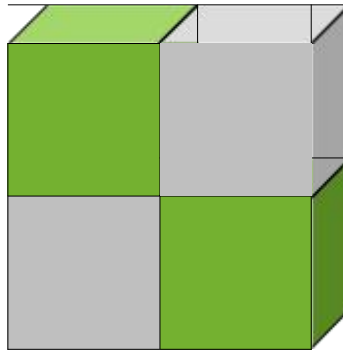
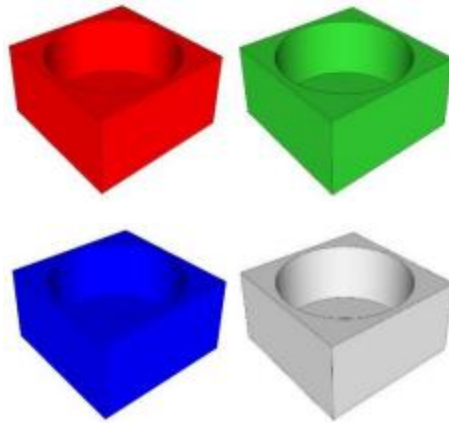

图6 立方体的堆放方式
图7 垃圾桶模型
4.5.1 在某一个十字拼装块上堆放着 4 个边长均为 20mm 的立方体代表不同“垃圾”，其中 2 个绿色立方体代表“厨余垃圾”，2 个灰色立方体代表“其他垃圾”，这 4 个立方体彼此之间没有粘接。不同颜色立方体的位置是随机的，可能的摆放方式如图 6 所示。机器人行驶到该拼装块内，将尽可能多的立方体装入到机器人上，使得这些立方体与地面不再接触，并将这些立方体运送到对应颜色的垃圾桶内。垃圾桶模型如图 7 所示，垃圾桶颜色分为四种，分别为：“可回收物”（蓝色）、“有害垃圾”（红色）、“厨余垃圾”（绿色）、“其他垃圾”（灰色），机器人可多次进出任务拼装块进行分拣，但不能穿插除“全城动员”外的其它任务，机器人最后一次完全脱离该任务拼装块裁判员记分。